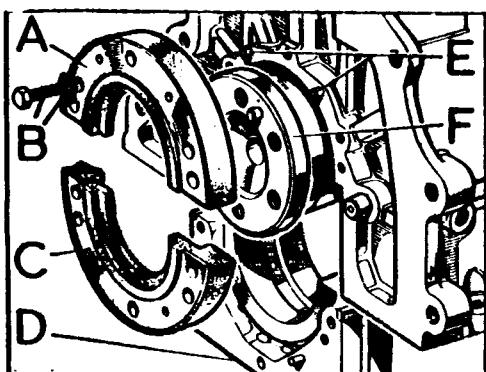

Fig. A1-N Elementos de fijación del reten del cigueñal
- 1.10. Soltar los tornillos, B (Fig. A1-N) a través de la comisura que dispone la brida del cigueñal y retirar la mitad, A, del porta-retén cuya posición es tá determinada por las espigas, E.